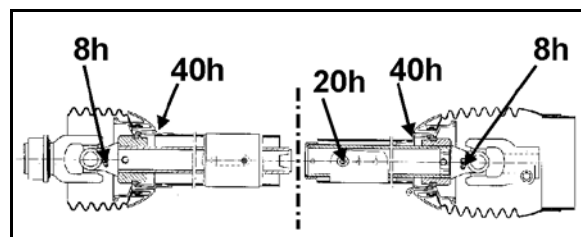

Рис. 134
2. Снимите и очистите всасывающий фильтр (Рис. 134/1). См. на стр. 187.
- 5.1 Опорожните напорный фильтр (Рис. 134/2) через кран **C**.
6. Отвинтите подводящий шланг (Рис. 135/1) от регулировочного шланга. Подводящий шланг (Рис. 135/1) соединяет бесступенчатый переключатель VARIO на стороне нагнетания (Рис. 134/**B**) со всасывающей арматурой.
7. Отвинтите обратный шланг (Рис. 135/2) секционной арматуры от бесступенчатого переключателя VARIO на стороне всасывания (Рис. 134/**A**).
9. Снимите шланг внутренней очистки (Рис. 135/3) с бесступенчатого переключателя VARIO на стороне всасывания (Рис. 134/**B**).
14. Несколько раз переключите бесступенчатые переключатели VARIO на стороне всасывания (Рис. 134/**A**) и на стороне нагнетания (Рис. 134/**B**) во все возможные положения.